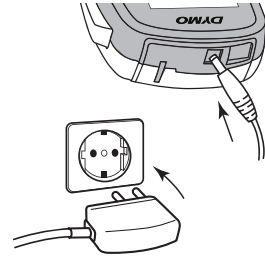

Abbildung 2
- 1 Stecken Sie den Ladeadapter in den Netzanschluss an der Oberseite des Etikettendruckers. Siehe Abbildung 2.